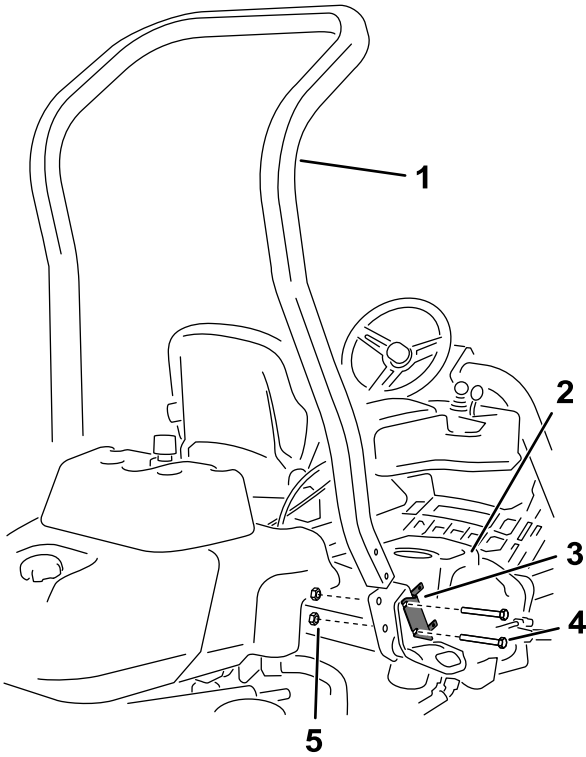

图3
4. 如图 3 所示卸下将保险丝盒支架固定至 ROPS 支架上的 2 个螺栓。